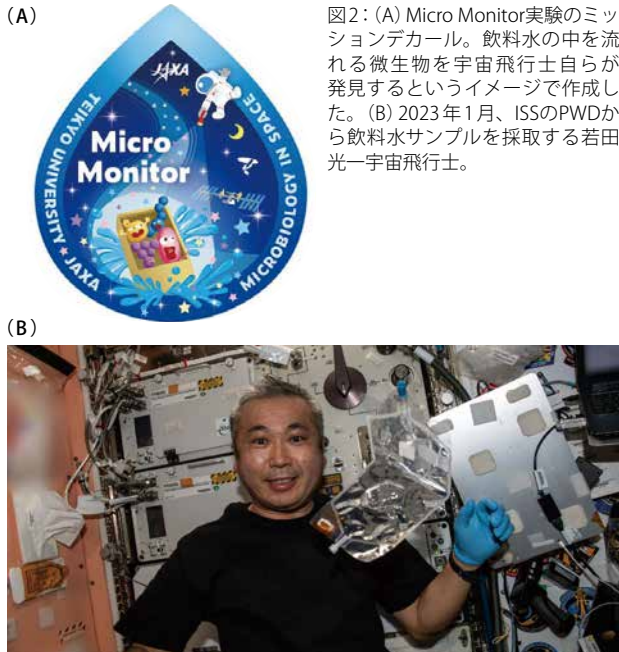

図2: (A) Micro Monitor実験のミッションデカル。飲料水の中を流れる微生物を宇宙飛行士自らが発見するというイメージで作成した。(B) 2023年1月、ISSのPWDから飲料水サンプルを採取する若田光一宇宙飛行士。
図1：(A)「きぼう」船内実験室内のサンプリング箇所(出典：[3] Figure 2)。(B) ケネディ宇宙センターのSpace Station Processing Facility (SSPF)において、「きぼう」船内保管室に搭載される前にJAXAの細胞培養装置 (Cell Biology Experiment Facility, CBEF) の表面からサンプルを採取するところ。これを「きぼう」ドッキング時のゼロ時点サンプルとした。
私たちは、ISSの飲料水供給装置(Potable Water Dispenser, PWD)の水についても調べてきました。現在ISS飲料水の微生物検査は、地上に回収した飲料水を寒天培地で培養し、形成される細菌や真菌の集落(コロニー)の数を指標に行われています。ただしこの方法では、ISSで採取した飲料水を地上に下ろす間隔が数ヶ月単位である上、地上に回収してから培養に数日掛かるなど、異常があっても判明するまでに時間を要します。また、一般に微生物の多くは、生きていますが培養できない状態(viable but non-culturable, VBNC)であり、形成されるコロニー数はそこに含まれる実際の細胞数より小さい値を示す傾向にあります(余談ですが、「きぼう」船内から検出された皮膚の常在菌であるマラセチア属は培養することが非常に難しい酵母で、ミールやISSの培養検査では検出されませんでした)。以上のことから、私たちは宇宙飛行士がより安心して飲料水を飲むことができるように、宇宙飛行士自らが飲料水中の微生物をその場で迅速に検査できるシステムの構築を目指し、「宇宙船内水環境微生物のオンボードモニタリング法の開発(Micro Monitor)」をテーマに研究を始め、2021年1月から3回にわたりISSの飲料水を地上に回収し、そこに含まれている微生物を詳細に解析しました(図2(A)および(B)) [6]。始めに、ISSの飲料水検査で通常実施されるように寒天培地で培養したところ、細菌のコロニーが形成されました(真菌のコロニーは形成されませんでした)。ちなみに、市販のミネラルウォーターの中にも培養でコロニーが形成されるものがありますし、水道水(常水)も無菌ではありませんので、この結果自体は意外ではありませんでした。続いて、「宇宙船内水環境微生物のオンボードモニタリング法」の要となる生物粒子計数器による細菌数測定を行いました。この装置は、細胞内の自家蛍光物質(リボフラビン、いわゆるビタミンB2)の蛍光強度を指標として生物粒子を選択的に検出することにより、水中の細菌数を短時間で計数することができます。実際にISS飲料水中の細菌数を計数したところ、生物粒子計数器が示す細菌数と、顕微鏡により目視で計数した細菌数がほぼ一致し、生物粒子計数器がISS飲料水中の細菌数の測定に適用できること、ISS飲料水に含まれる細菌数は、一部の市販のミネラルウォーターに含まれる細菌数と数値的にほとんど変わらないことがわかりました。また、ISS飲料水中に含まれる細菌の種類について調べたところ、船内から多く検出される人に由来する細菌の割合